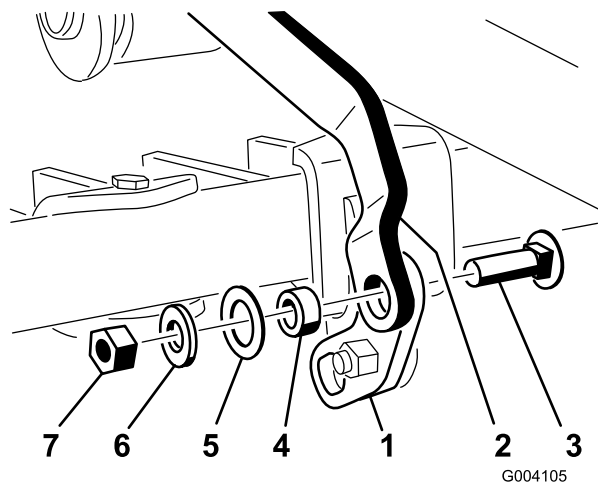

Figura 16
5. Con la curva del conjunto del pedal de elevación hacia arriba, conecte el extremo de la barra de unión a la pestaña de giro (taladro cuadrado) usando un perno de cuello cuadrado (3/8 x 1-1/4 pulgadas), un espaciador, una arandela de 1 pulgada, una arandela de 13/16 pulgada, y una contratuercas (3/8 pulgada), según se muestra en Figura 16.
6. Introduzca el perno excéntrico por la parte inferior de la pestaña de giro y el soporte del pivote y sujételo usando una contratuerca (5/16 pulgada) (Figura 16).